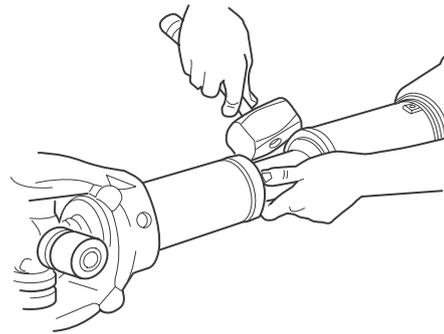
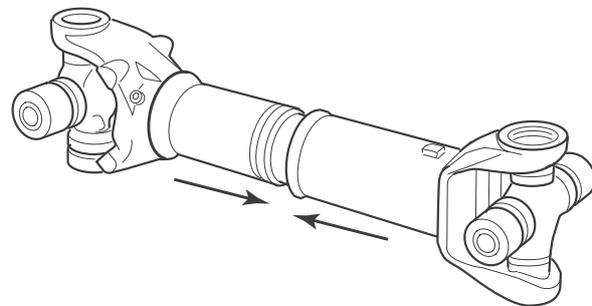

Figura 8.25
Figura 8.26
8. Use um martelo de bronze ou cobre para bater o protetor sobre o selo. Empurre e una as seções da linha de transmissão. Figura 8.25 e Figura 8.26.